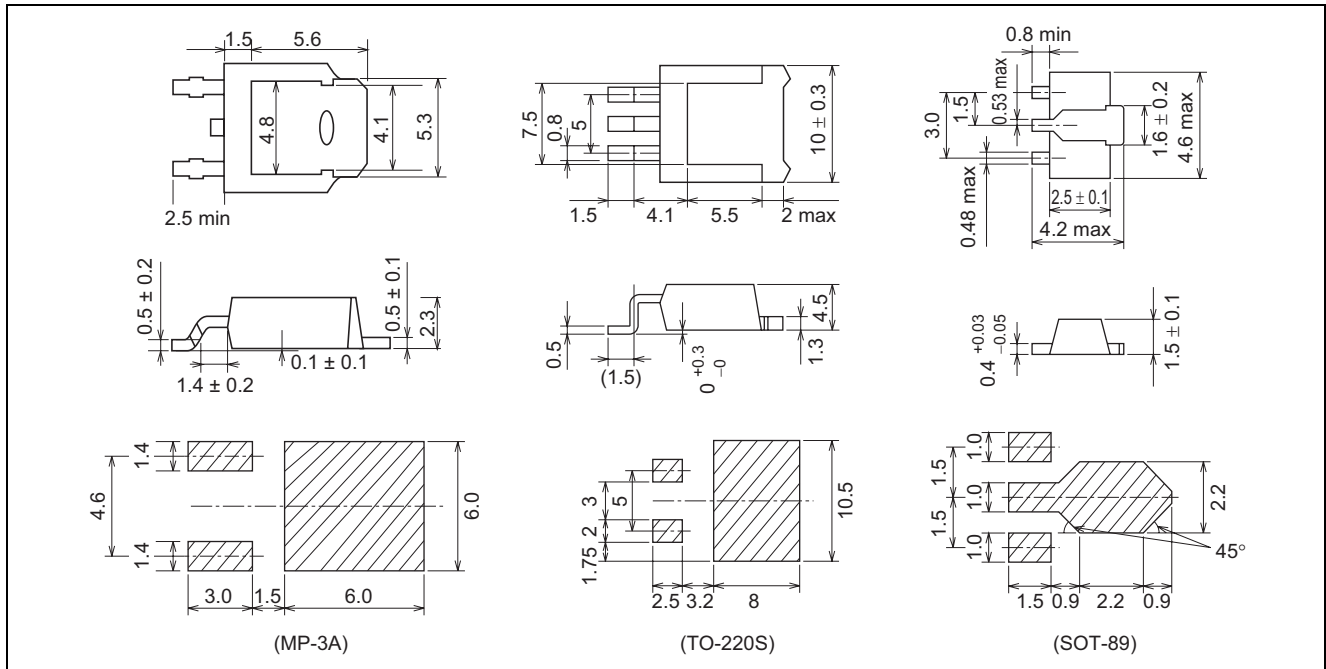

図 17 推奨マウントパッド
- (1) 表面実装形素子の許容損失は使用する基板の種類や配線パターンによって変化しますので実装後に確認試験を行うことを推奨いたします。MP-3A, TO-220S, SOT-89 外形品で標準的なマウントパッドパターンを図 17 に示します。